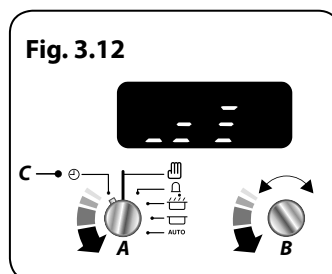

Fig. 3.12
Tournez le bouton du Programmateur (A) sur la position Horloge (C). Tournez le bouton Réglage (B) dans le sens antihoraire jusqu'à ce que les barres de volume s'affichent (Fig. 3.12).